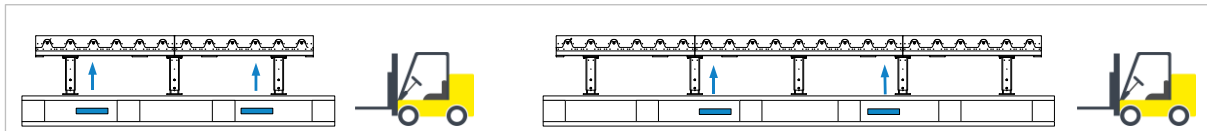

Figure 5 : soulever du véhicule de transport avec un chariot élévateur
- Amener les fourches réglées en conséquence au centre de la palette de fret aux endroits indiqués sur ⇒ Figure 5 et les soulever avec précaution de quelques centimètres. Soulever prudemment et régulièrement le convoyeur à rouleaux, y compris la palette, du camion et le transporter jusqu'au lieu d'installation souhaité, conformément aux règles générales de sécurité.